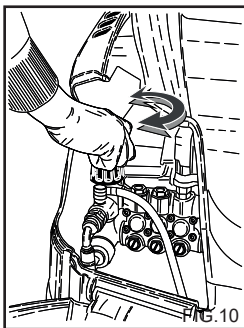

FIG. 10
Det här kapitlet innehåller bara de modeller som är försedda med tryckregulator. Med tryckregulatorn fig. 10, kan operatören ställa in arbetstrycket. Drifttryck minskar då ratten C vrids motsols mot (B) (minimum).